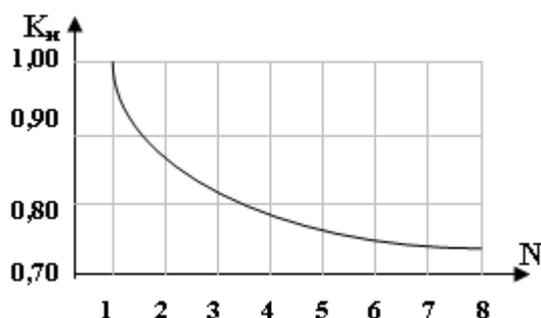

Рис. 4. Нагрузочная способность автоматических выключателей при их размещении рядом.
■ Рис. 4. Кривая изменения температуры двигателя при изменяющейся нагрузке
В эксплуатации, в основном, приходится сталкиваться с режимами, ненормированными ГОСТами. Наиболее характерным является режим с быстроизменяющейся нагрузкой, когда двигатель периодически входит в режим перегрузки, возвращаясь затем на номинальный режим или опускаясь в режим работы с нагрузкой меньше номинальной. Если машина работает в продолжительном режиме, но с переменной нагрузкой (P1, P2, P3...), имеет место неустановившийся тепловой процесс (см. рис. 4), т. к. в разные промежутки времени: t1, t2, t3, t4 и т. д. в ней возникают различные потери мощности, а следовательно, различные тепловые потери. Для эффективного контроля количества тепла, накопленного двигателем в процессе работы, необходимо выяснить законы нагрева и охлаждения асинхронного электродвигателя.
Тепловые расцепители, используемые в автоматических выключателях, чувствительны к нагреву от посторонних источников. В практике нередко случается, что расцепитель промежуточного полюса при номинальном режиме отключается только из-за нагрева соседних полюсов. Это приводит к ограничению области его работы и к коррекции номинального тока с учетом графика (рис. 4).